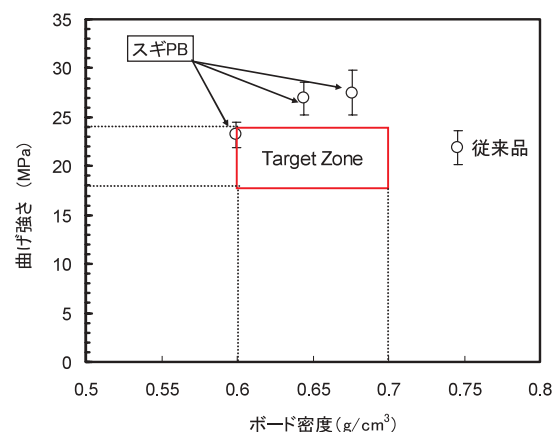

図3 従来品およびスギPBのボード密度と曲げ強さの関係
0.65、0.70g/cm3としたスギPBの曲げ強さとボード密度の関係を図3に示します。研究目標として、ボード密度0.60～0.70g/cm3の範囲で曲げ強さを18～24MPaと設定しました（図3のTarget Zone）。スギPBは密度が従来品よりかなり小さいにもかかわらず、目標とした曲げ強さを発現しました。さらに、湿潤時曲げ強さも、従来品を越える品質を備えており、耐水性に優れていることがわかりました。一般的にボード密度と曲げ強さには正の相関関係があることが知られており、密度が小さくなると曲げ強さは低下します。スギPBの場合は、曲げ強さに強く影響する表層の圧縮比が大きくなったため、低密度でも高強度なボードになったと思われます。